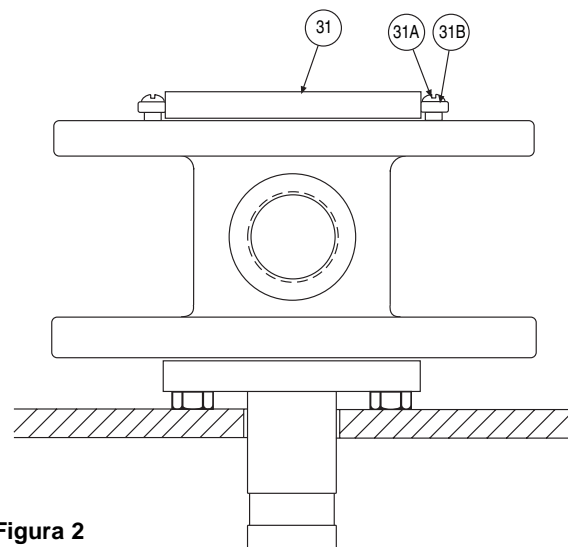

Figura 2
Coloque el conjunto de la junta rotativa en posición vertical (Figura 2) con la boquilla (4) insertada en una tubería o en un agujero en la mesa. En esta posición, el cuerpo de la junta (1) estará asentada en la placa de fondo (16).